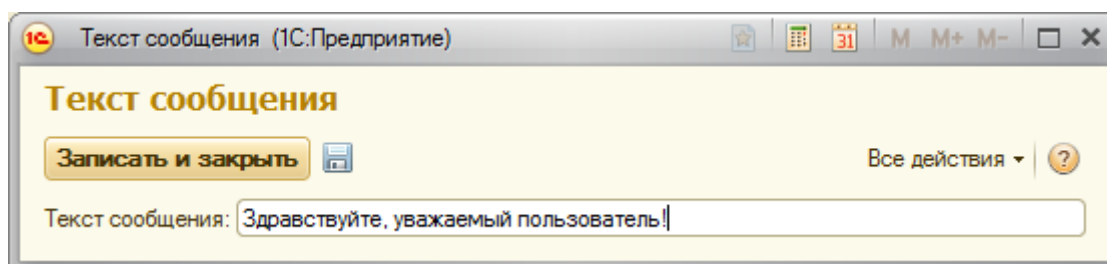

Рисунок 5.3. Форма редактирования константы Текст сообщения
4. Щелкнем по команде **Текст сообщения** в панели действий. Отобразится окно, которое позволяет нам редактировать константу **ТекстСообщения**. Введем в поле **Текст сообщения** строку "Здравствуйте, уважаемый пользователь!", Рисунок 5.3. и нажмем на кнопку **Записать и закрыть**.